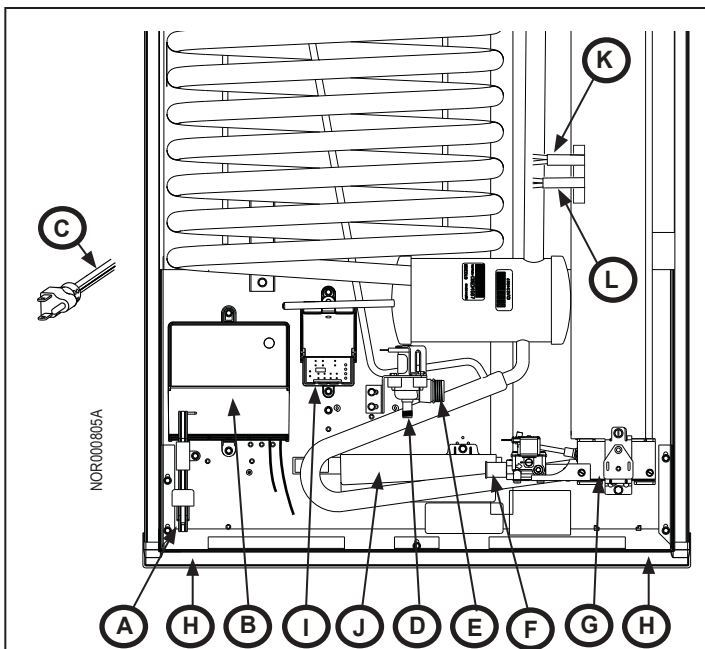

Fig. 1: Vista del refrigerador a través de la toma de aire
| Fig. 1: Vista del refrigerador a través de la toma de aire.....          | 28 |
3. Desenchufe el cable de alimentación de 120 V CA (Fig. 1, A) del enchufe del vehículo de recreo.
4. Si el equipo está equipado con una máquina de hielo, desenchufe el cable de alimentación blanco de 120 V CA de la máquina de hielo (Fig. 1, C) del enchufe del vehículo de recreo.
2. Con dos (2) llaves, desconecte el tubo de suministro de propano del vehículo de recreo (Fig. 1, F) del conjunto del tren de gas (Fig. 1, G).
3. Desconecte el suministro de agua del vehículo de recreo (Fig. 1, E) de la válvula de agua del refrigerador (Fig. 1, D).
1. Saque los tornillos (2x) (Fig. 1, H) de las bridas de montaje en la parte trasera del refrigerador. Póngalos aparte.